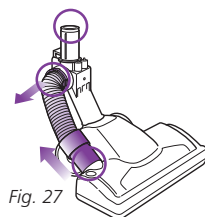

Fig. 27
- Détachez le tuyau de la brosse à ensemble les languettes et en retirant, et en-dessous en retirant le connecteur. Inspectez l'intérieur des 3 ouvertures. **(Fig. 27)**